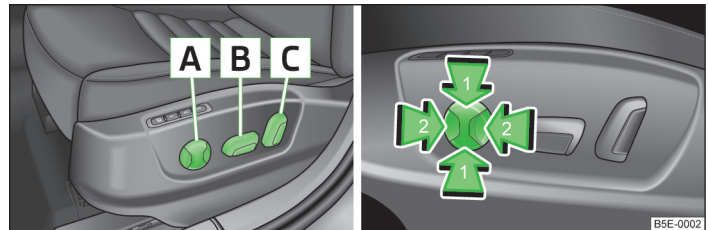
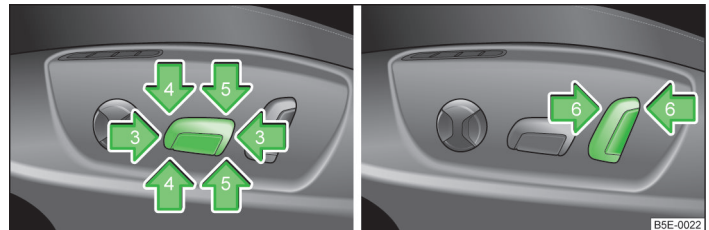

Fig. 47 Elemente de comandă pentru reglarea electrică I a scaunelor
Fig. 48 Elemente de comandă pentru reglarea electrică II a scaunelor
- > Apăsăți comutatorul **B** » fig. 47 în sensul uneia dintre săgețile 3 » fig. 48.
- > Apăsăți comutatorul **B** » fig. 47 în sensul uneia dintre săgețile 5 » fig. 48.
- > Apăsăți comutatorul **B** » fig. 47 în sensul uneia dintre săgețile 4 » fig. 48.
- > Apăsăți comutatorul **C** » fig. 47 în sensul uneia dintre săgețile 6 » fig. 48.
➤ Apăsați comutatorul **A** » fig. 47 în zona uneia dintre săgețile 2.
➤ Apăsați comutatorul **A** » fig. 47 în zona uneia dintre săgețile 1.